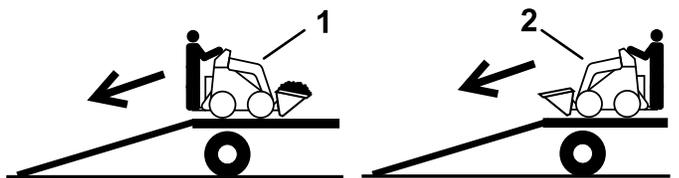

Рисунок 14
2. При выгрузке машины с прицепа по наклонному въезду более тяжелая часть машины должна быть обращена вверх, при этом грузы должны быть опущенными (Рисунок 14).